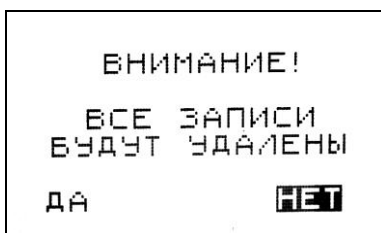

Рис. 23
- в меню "В-SCAN" клавишами "Стрелка вверх" и "Стрелка вниз" установить курсор на надпись "**ОЧИСТКА ЗАПИСЕЙ**" и нажать клавишу "Ввод". На индикаторе появится предупреждающее сообщение (Рис. 23)
- клавишами "Стрелка вверх" и "Стрелка вниз" установить курсор на надпись "**ОЧИСТКА ПАМЯТИ**" и нажать клавишу "Ввод". На индикаторе появится предупреждающее сообщение (Рис. 23)